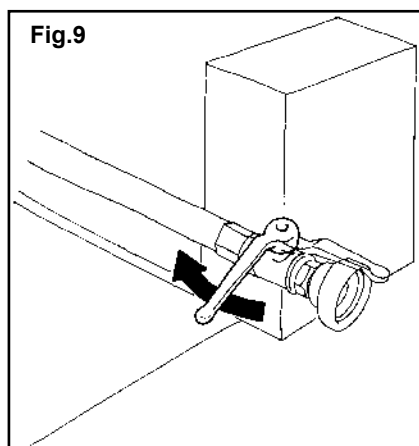

Fig.9
- zamknij zawory odcinające oleju hydraulicznego (Rys. 9);